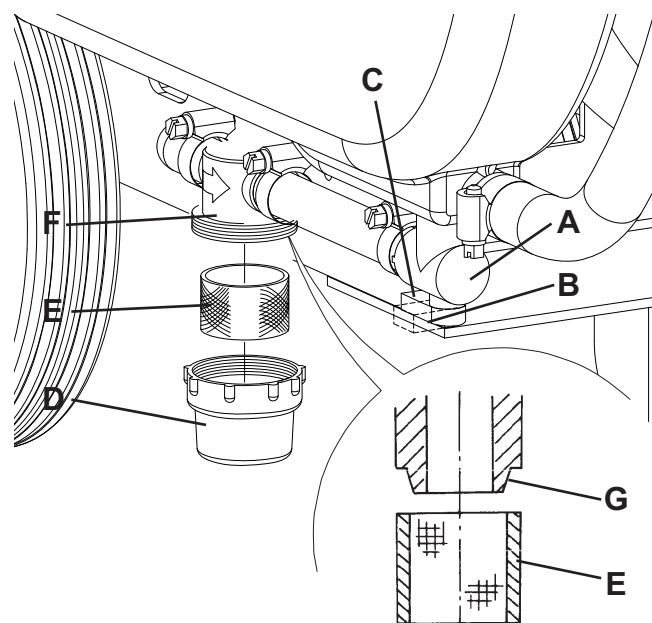

Figure 5
1. Débrancher le câble d'alimentation (3) du réseau électrique et l'enrouler autour du logement correspondant (4).
3. Fermer le robinet (A, Fig. 5) de la solution situé dessous la machine, derrière la roue arrière droite. Le robinet (A) est fermé quand il se trouve dans la position (B) par rapport aux tuyaux ; il est ouvert quand il se trouve dans la position (C).
4. Enlever le couvercle transparent (D), puis déposer le filet filtrant (E). Les nettoyer et les reposer dans le support (F).